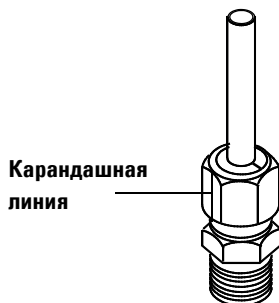

Рис. 11 Пометка фитинга
- 7 Сделайте на гайке отметку карандашом (Рис. 11).